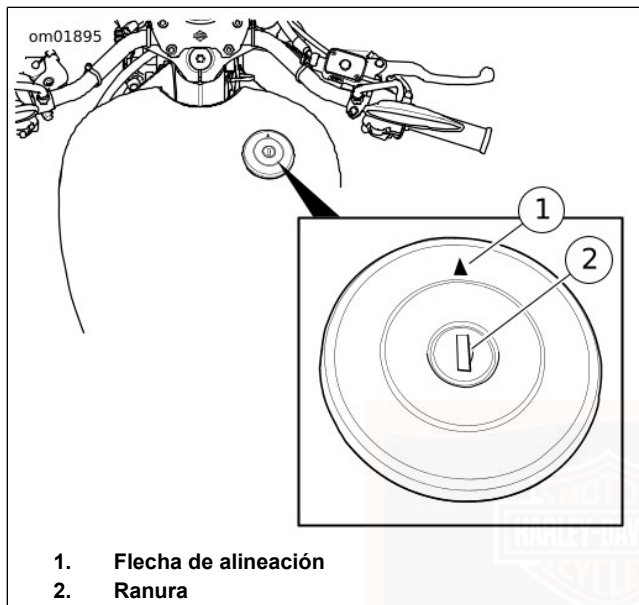

Figura 7. Tapa de llenado de combustible
1. Vea Figura 7. Introduzca la llave de encendido en la ranura (2).